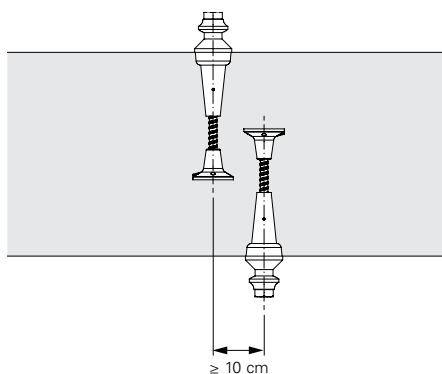

Fig. B1.02
- Se $h_1 + h_2 < d$, gli ancoraggi devono essere sfalsati in orizzontale o in verticale. (Fig. B1.02 + B1.03)